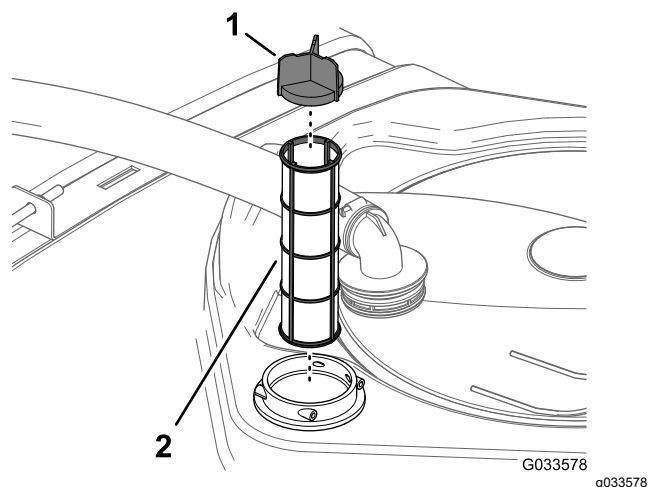

Figura 59
4. Rimuovete il vecchio filtro di aspirazione dall'alloggiamento del filtro nel serbatoio (Figura 59).